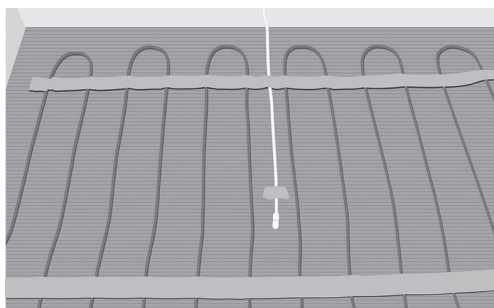

Fig. 9. Placera givarslangen/givaren mellan två kablar
12. Placera och fixera givarslangen eller golv-givaren om ingen givar slang används. Försegla änden på givarslangen. Se till att placera slangen/givaren mellan två värmekablar (Fig. 9).